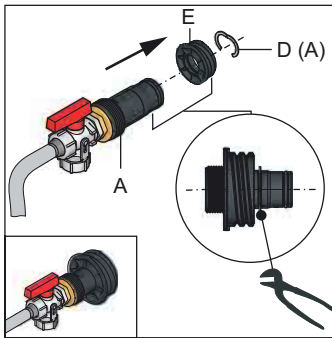

Fig. 6-3 Completare il raccordo di riempimento KFE
- Inserire il **raccordo di riempimento KFE** nel pezzo filettato (fig. 6-3, pos. E) e fissarlo con il pezzo di serraggio (fig. 6-3, pos. D).